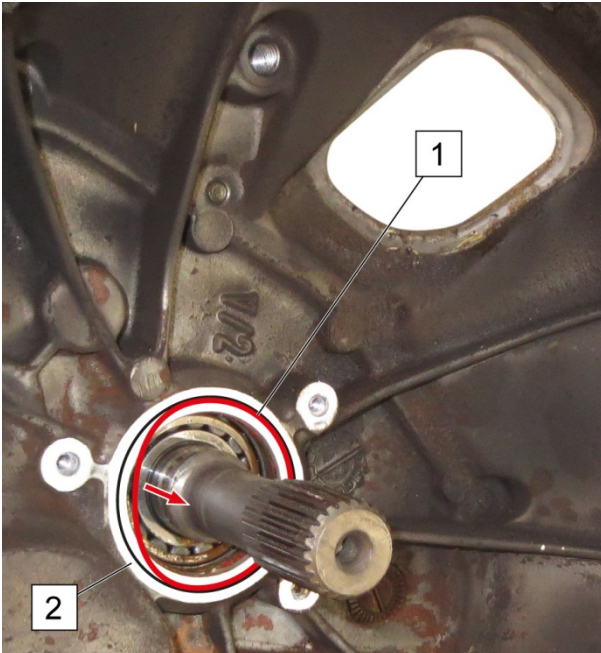

Fig. 1: Dichtring (1) entfällt / Sealing ring (1) omitted / Bague d'étanchéité (1) supprimée / El anillo obturador (1) se retira
2. Falls vorhanden: Dicht-ring (1) entfernen und entsorgen (Fig. 1).
3. Anlagefläche am Ge-triebe (2) von Schmutz und Dichtmaterialres-ten reinigen (Fig. 1).
2. If present: Remove and dispose of sealing ring (1) (Fig. 1).
3. Clean any contamination and residual sealing ma-terial from the contact surface on the transmis-sion (2) (Fig. 1).
2. Le cas échéant : retirer la bague d'étanchéité (1) et l'éliminer (fig. 1).
3. Éliminer les saletés et les restes de produit d'étan-chéité de la surface d'ap-pui au niveau de la boîte de vitesses (2) (fig. 1).
2. De estar disponible: retire el anillo obturador (1) y deséchelo (fig. 1).
3. Limpie la superficie de contacto de la caja de cambios (2) de suciedad y restos de material se-llante (fig. 1).